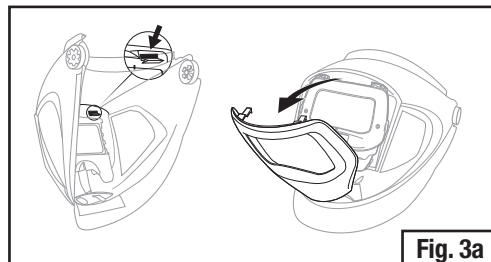

Fig. 3a
- Extrae el panel frontal plateado mediante presión hacia arriba en las lengüetas plateadas desde la parte interior de la careta para liberar el mecanismo de los seguros y luego oprime la lengüeta a través de las aberturas (área que se muestra en la Fig. 3a).
- Remova o painel frontal de prata pressionando as abas do de prata do interior da máscara para liberar o mecanismo de fecho e em seguida, empurre a aba através das aberturas (área mostrada na Fig. 3a).